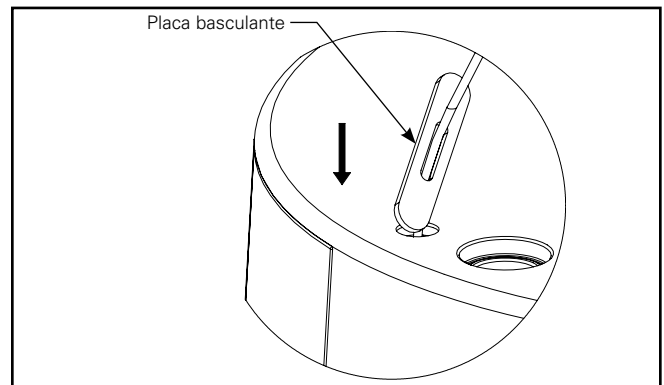

Figura 3.2.
- B. Mantenga el lado de la longitud de la placa basculante perpendicular a la superficie superior del cubo e insértelo en el orificio (Figura 3.2).